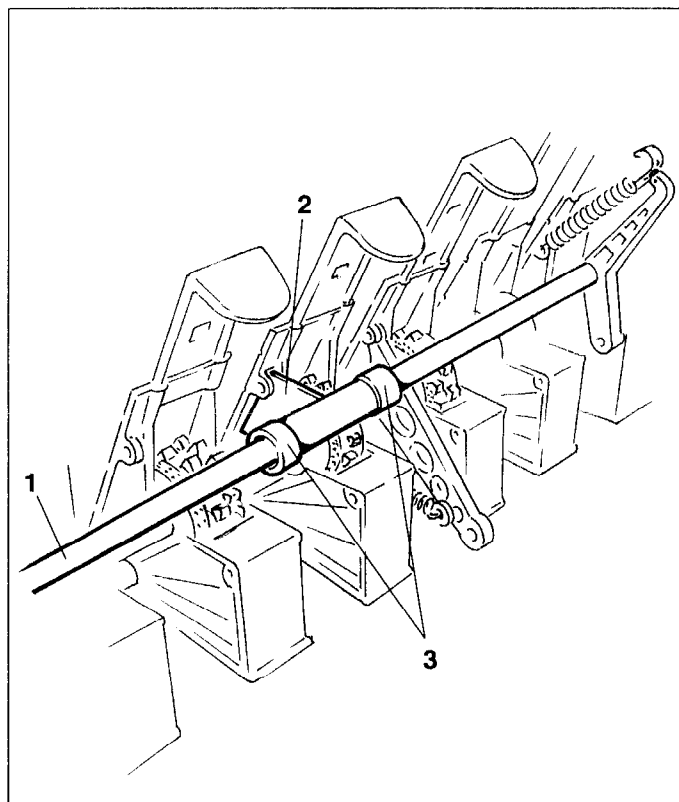

Fig. 13.16
- Relevez l'arbre de jalonnage (fig. 13.16/1). En même temps, glissez le guide (fig. 13.16/2), qui assure l'alignement axial de l'arbre de jalonnage, dans l'évidement percé dans un carter de distribution. Verrouillez axialement le guide au moyen de bagues de calage (fig. 13.16/3).